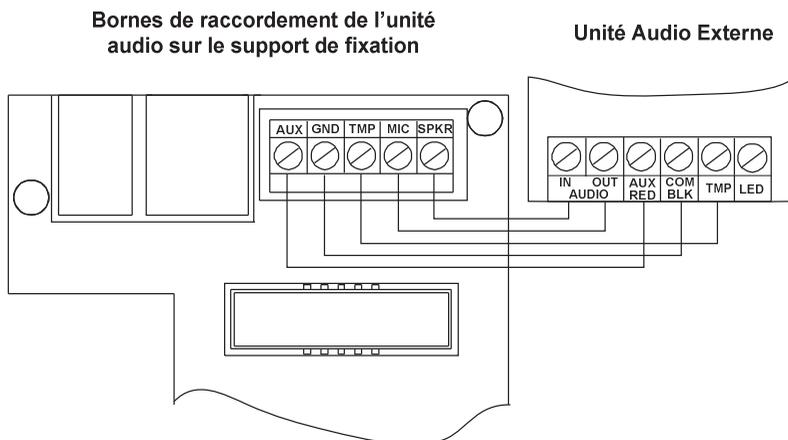

Figure 10 : Câblage de l'unité audio externe à DIAPASON NeXT
1. Câblez l'unité audio à DIAPASON NeXT, comme affiché dans le diagramme de câblage décrit dans la Figure 10. Les bornes de câblage de l'unité audio à DIAPASON NeXT se trouvent sur le support de fixation de DIAPASON NeXT.